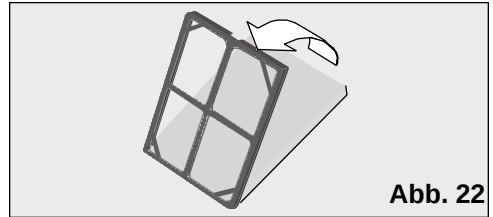

Abb. 22
- Überprüfen Sie, ob der Zusatzfilter im Halterahmen eingesetzt ist; andernfalls installieren Sie ihn wie in **Abb. 22** gezeigt. Der dunkle Teil des Filters muss am Filterrahmen anliegen.
- Setzen Sie das Zusatzfilterelement und den Halterahmen, wie in der Abb. 22 gezeigt, in den Grobstaubfilter ein. Dabei ist zu beachten, dass es zuerst in die unteren Stifte einrasten muss.